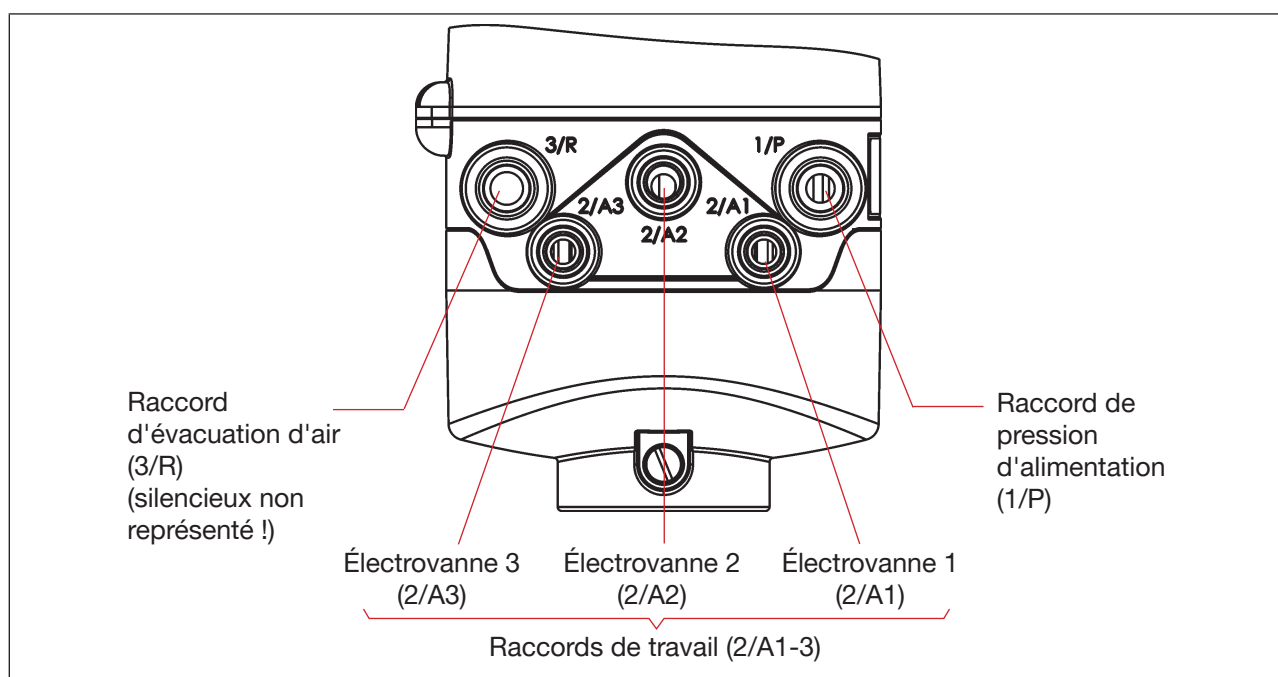

Fig. 12: Raccordement pneumatique
- Relier les raccords de travail nécessaires 2/A1 à 2/A3 (selon le nombre d'électrovannes dans la tête de commande) aux raccords correspondants de la vanne de process (« Fig. 12 »).